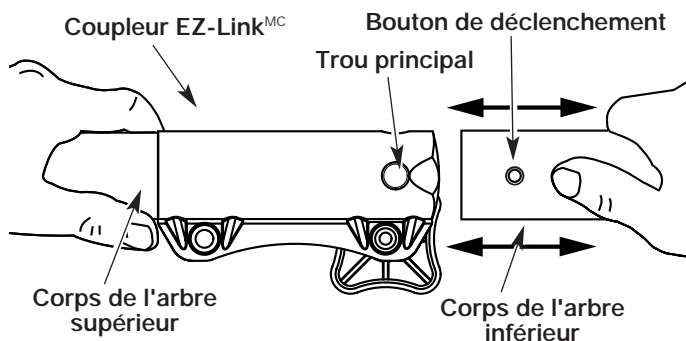

Figure 24
2. Tenez fermement l'accessoire et enfoncez-le tout droit dans le coupleur EZ-LinkMC (Fig. 24).
3. Serrez le bouton en le tournant à droite (Fig. 24).
Pour couper les bordures à l'aide de la tête d'accessoire de coupe sur les modèle EZ-LinkMC, verrouillez le bouton de déclenchement de l'accessoire de coupe dans le trou de 90° ou de 180° (Fig. 24).